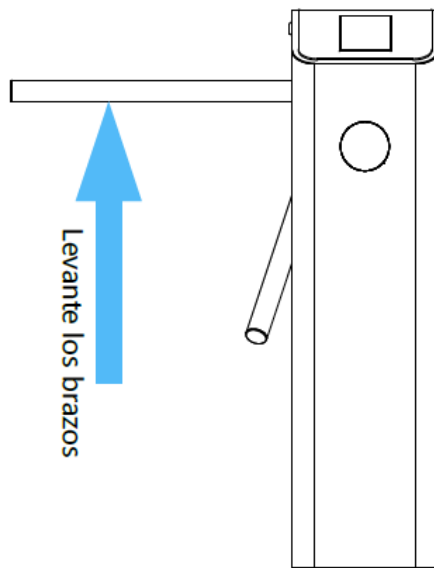

Figura 2-4
3. Levante los brazos del torniquete manualmente como se muestra en la figura 2-4.